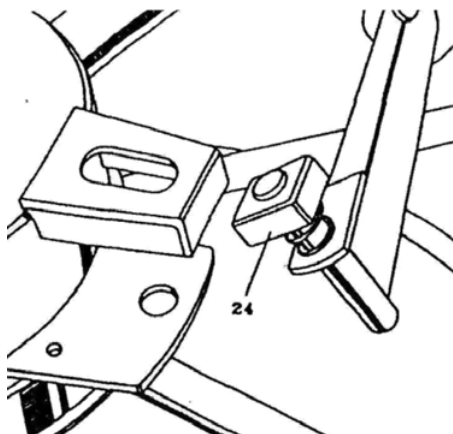

Fig. 13 - Centrale positie van de rechthoekige kop als de schermen in de houder worden geplaatst en uit de houder worden gehaald
- Haal, om de stand aan te passen, het scherm uit de houder (Fig. 13), draai de rechthoekige kop (24) 180 graden en plaats het scherm terug in de houder.